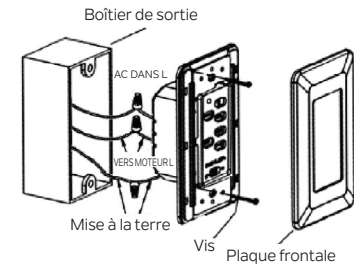

Fig. 20
**Étape 2.** Placez la commande murale sur la boîte de sortie, connectez les fils avec les connecteurs de fil fournis. (Fig. 20)